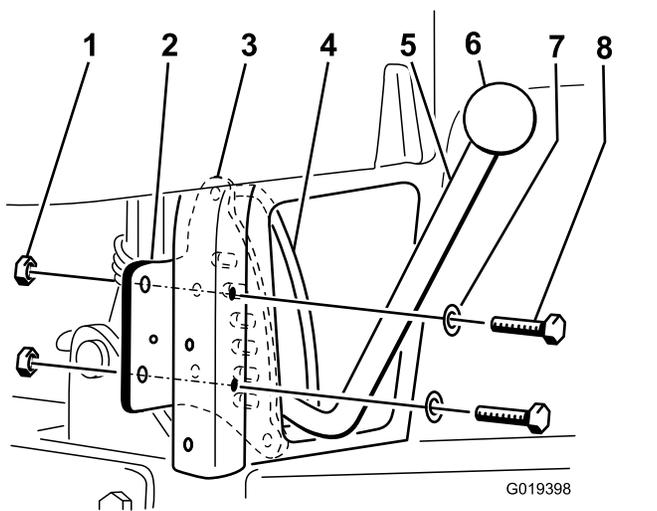

Figure 3
Remarque: Le levier doit passer entre la plaque de verrouillage et le guide (Figure 3).
7. Fixez la plaque de verrouillage à l'arrière du tube de cadre vertical arrière droit à l'aide de 2 boulons (5/16 x 2¼ po), des 2 rondelles retirées à l'opération 4 et de 2 contre-écrous (5/16 po). Positionnez les pièces comme montré à la Figure 3.
8. Vissez le pommeau sur le levier de levage (Figure 3).